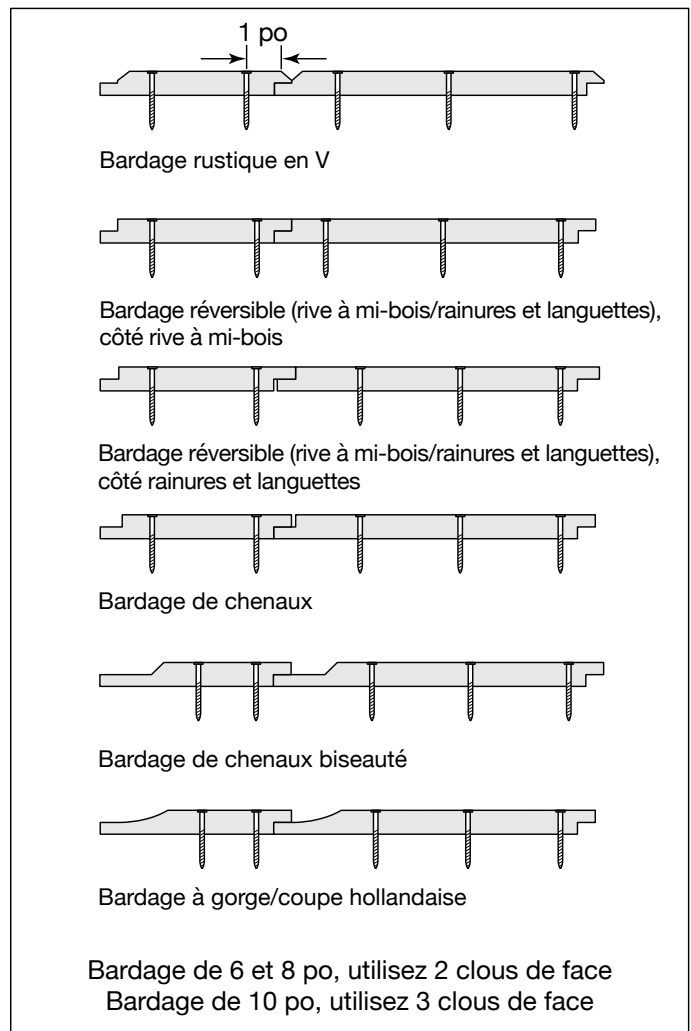

Fig. 4b
- Pour les profils de 10 po, utilisez 3 attaches pour chaque membre de charpente. Au moins deux attaches doivent passer à travers la face du profil (**Fig. 4b**).